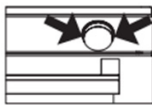
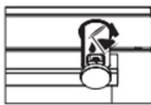
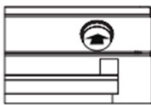
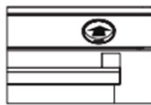

Figure 8
Figure 9
Figure 10
Figure 11
1. Retirez le réservoir d'eau en le tirant aux endroits indiqués par la flèche. Remplissez le réservoir d'eau (voir figure 8) et faites-le glisser dans le sens de la flèche jusqu'à la position de départ pour le mettre en place (voir figure 9). (Voir figure 10) Après 10 minutes de préchauffage, faites glisser le réservoir d'eau dans le sens de la flèche jusqu'à ce que vous entendiez un "clic". (voir figure 11).